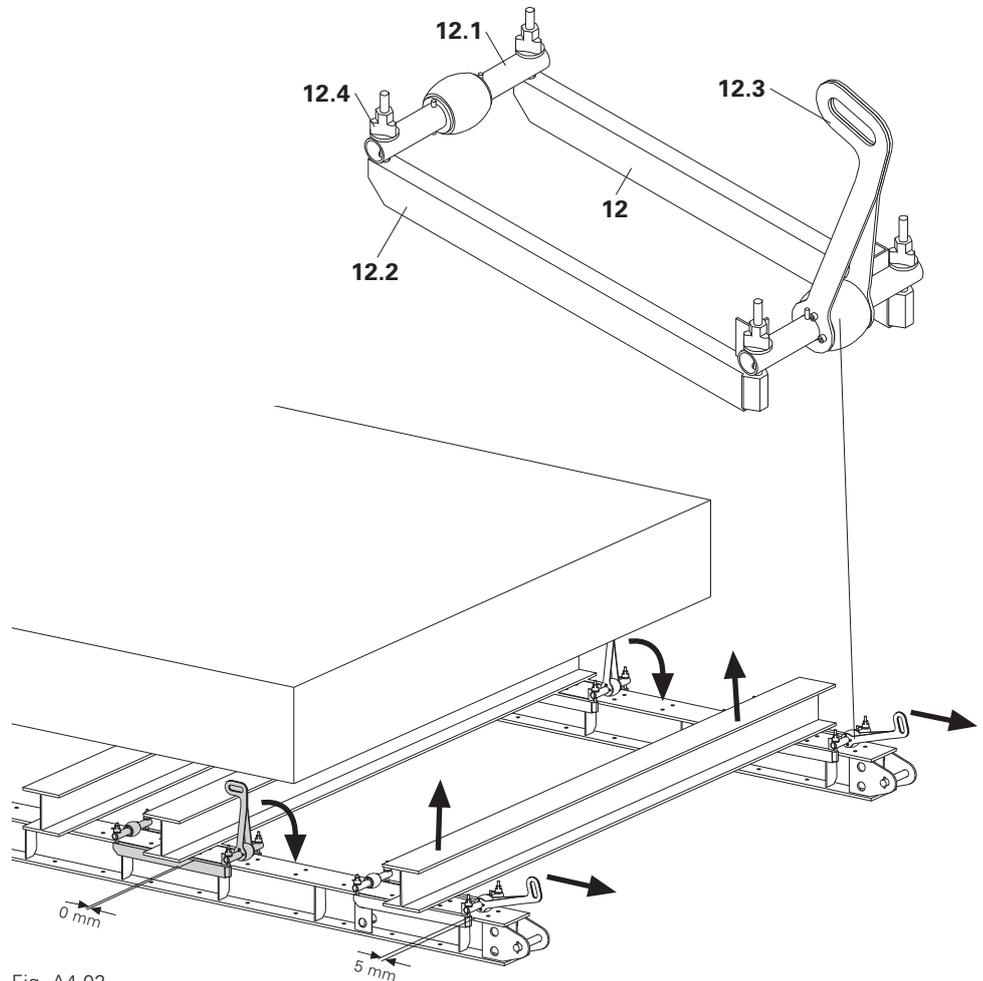

Fig. A4.02
2. Placer sur la poutre de tête le chariot de ripage (12) situé sous la poutrelle primaire et fixer l'entretoise.
7. Sortir la poutrelle primaire. Faire pivoter le levier vers le haut pour freiner. (Fig. A4.02)